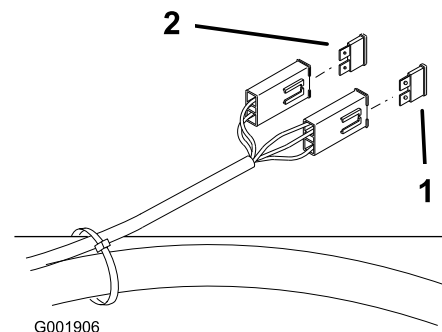

Figura 52
2. Para cambiar un fusible, tire del fusible para retirarlo (Figura 52).